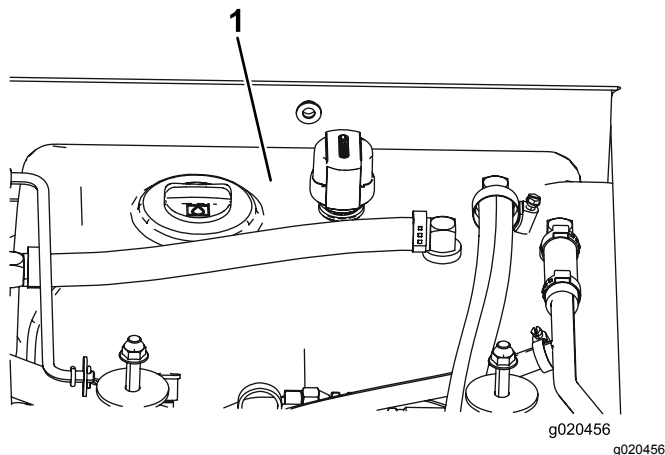

Figura 80
4. Llene el depósito (Figura 80) con fluido hidráulico; consulte Comprobación del fluido hidráulico (página 65).